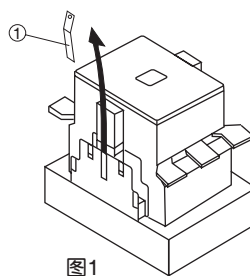

图1
- (1) 用镊子将安装在电磁接触器侧面的透明罩①卸下。(图1)